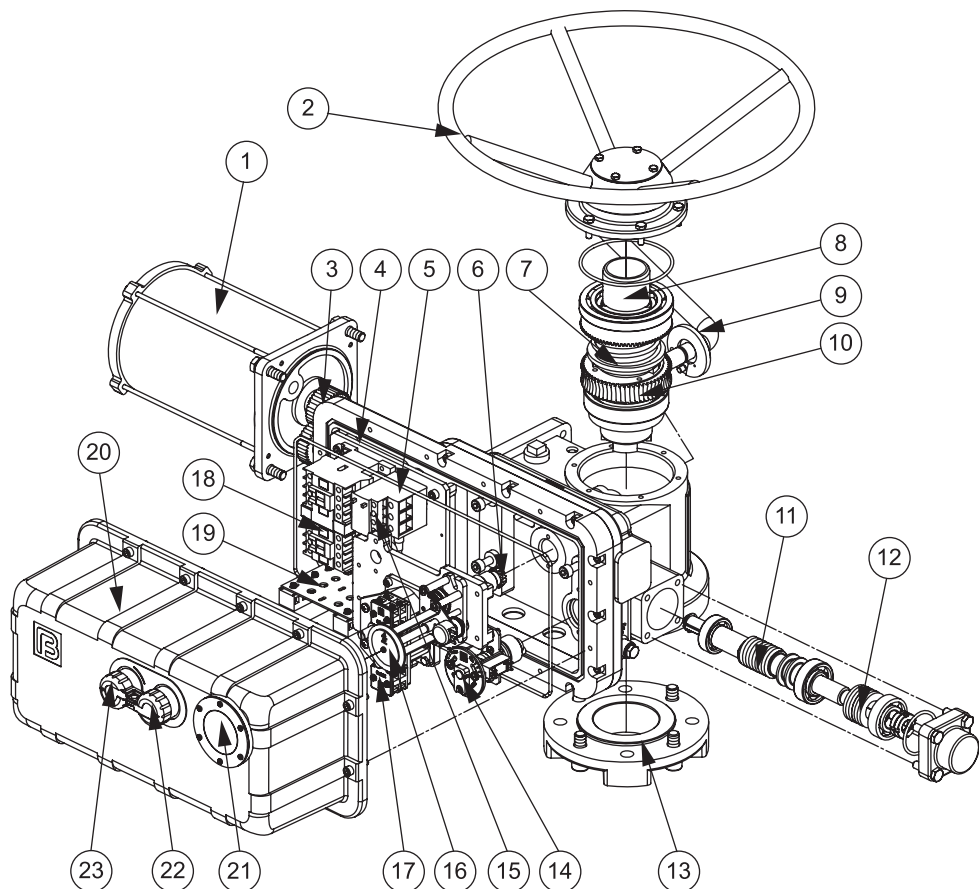
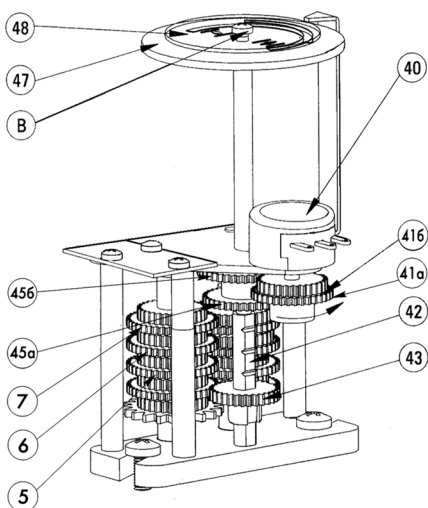

Рис. 1 Интегрированные электроприводы серии ГЗ-А, ГЗ-Б КС
Рис. 4 Индикатор положения затвора арматуры
## 2.1 Электроприводы серии ГЗ-А и ГЗ-Б КС (рис. 1)
**Индикатор положения затвора арматуры (16)** (рис. 1) состоит из набора установочных шестерен, потенциометра (40) (рис. 4), регулируемых дисков с указателем положения затвора (47, 48). На стержне (42) имеется 4 зубчатых зацепления, позволяющих фиксировать шестерню (43), для трехступенчатой индикации положения затвора арматуры.
Вращение от электродвигателя (1) (рис.1) через прямозубую цилиндрическую шестерню (3) передается на червячный редуктор (10,11), который обеспечивает вращательное движение выходного вала (8) и через кулачковую муфту преобразуется в поступательное движение штока затвора арматуры.
Индикатор положения затвора арматуры (16) (рис. 1) механически связан с валом ограничителя хода выходного вала. После надлежащей настройки указания индикатора соответствуют определенным положениям затвора арматуры независимо от режима работы электропривода – ручного или электрического.